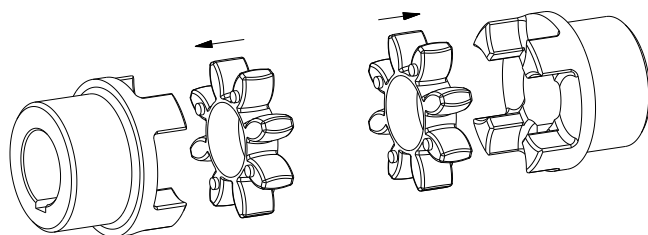

Bild 14: montering av kuggkransar
- Sätt i kuggkransarna i navens kamparti (se bild 14).